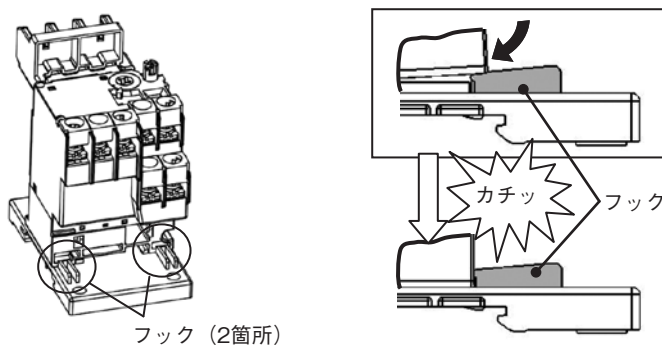

図2
- ③ サーマルリレーを矢印の方向に押し込み、サーマルリレー下部が単独設置ユニットのフック2箇所確実にハマっていることを確認してください（図2）。